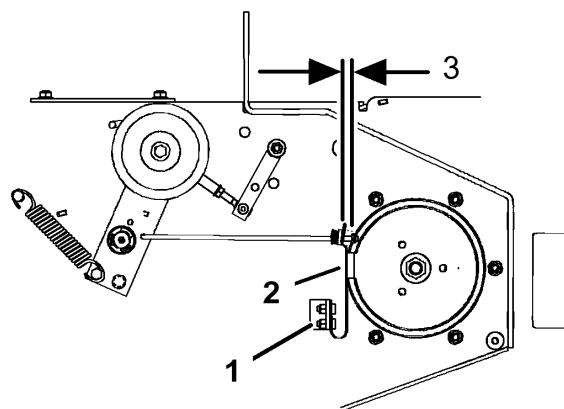

Figura 51
3. Si es necesario, ajuste los pernos de montaje del muelle hasta que la pastilla de freno de la cuchilla roce contra ambos lados de la ranura de la polea (Figura 51).
4. Ajuste la tuerca del extremo de la varilla de freno de la cuchilla hasta que quede un espacio de 3-5 mm (1/8-3/16 pulg.) entre la tuerca y el espaciador (Figura 51).